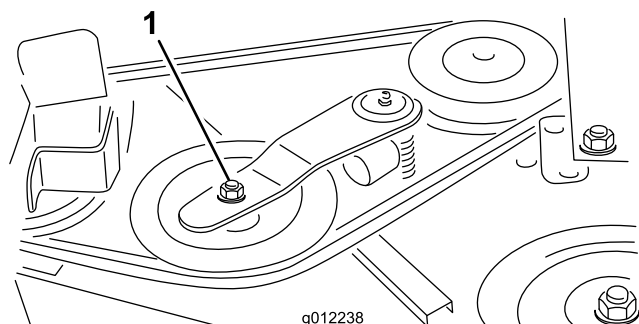
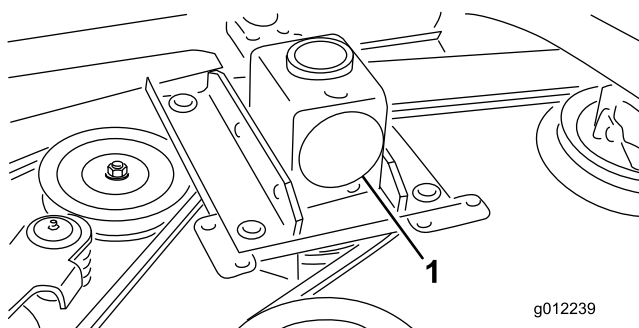

Figure 33
Figure 34
2. À l'aide d'une clé dynamométrique ou d'un outil similaire, éloignez la poulie de tension (Figure 33) de la courroie d'entraînement pour détendre cette dernière et pouvoir la déchausser de la poulie du boîtier d'engrenages (Figure 34).